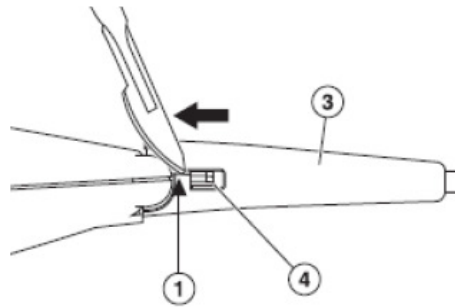

Figure 1. Emplacement de l'incision sur le réducteur de tension (partie supérieure du dispositif)
2. *À l'aide d'un scalpel à lame n° 11, détacher le réducteur de tension gris de la poignée en réalisant une incision au niveau des attaches blanches situées au-dessus et en dessous de la poignée. Réaliser ces incisions à partir des attaches blanches et en direction de la poignée. Voir figures 1 et 2.*
3. *À l'aide d'une pince hémostatique, faire glisser le réducteur de tension le long du cathéter, dans la direction opposée à la poignée. Voir figures 1 et 2.*